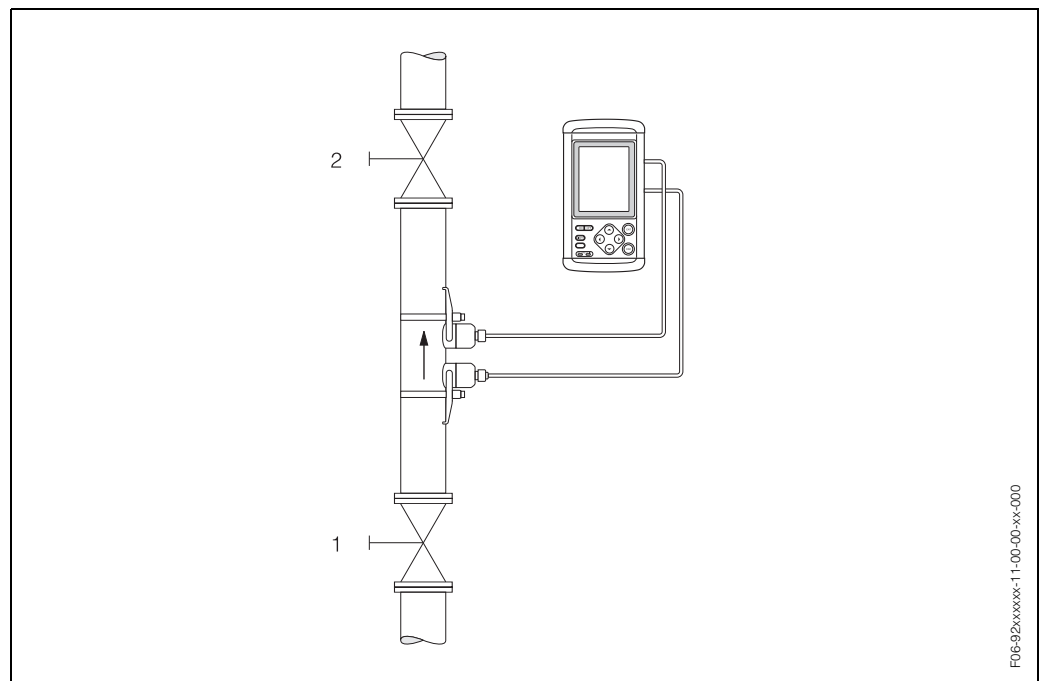

Abb. 34: Nullpunktabgleich und Absperrventile
- Der Nullpunktabgleich findet bei vollständig gefüllten Messrohren und Nulldurchfluss statt ($v = 0 \text{ m/s}$). Dazu können z.B. Absperrventile vor bzw. hinter dem Messaufnehmer vorgesehen werden oder bereits vorhandene Ventile und Schieber benutzt werden (Abb. 34).